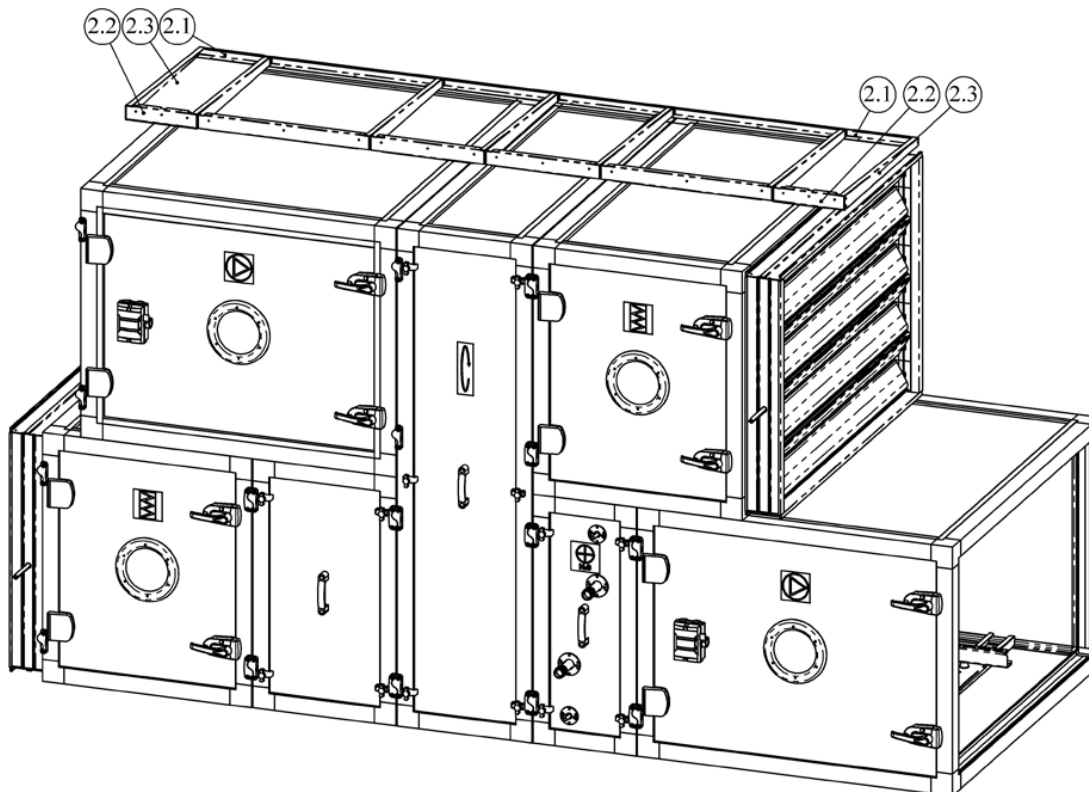

Abbildung 5.2
3. Hintere Halterungen 2.1, 2.2 und 2.3 mit Schrauben (5.0) montieren, den Rahmen mit Schrauben (5.0) zusammensetzen und am Gerät befestigen. (Abbildung 5.2)